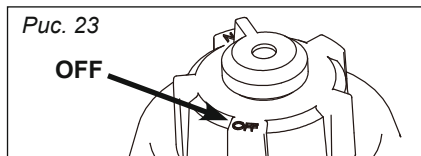

Рис. 23
3. Перекройте клапан крышки топливного бака — положение «OFF» (рис. 23).